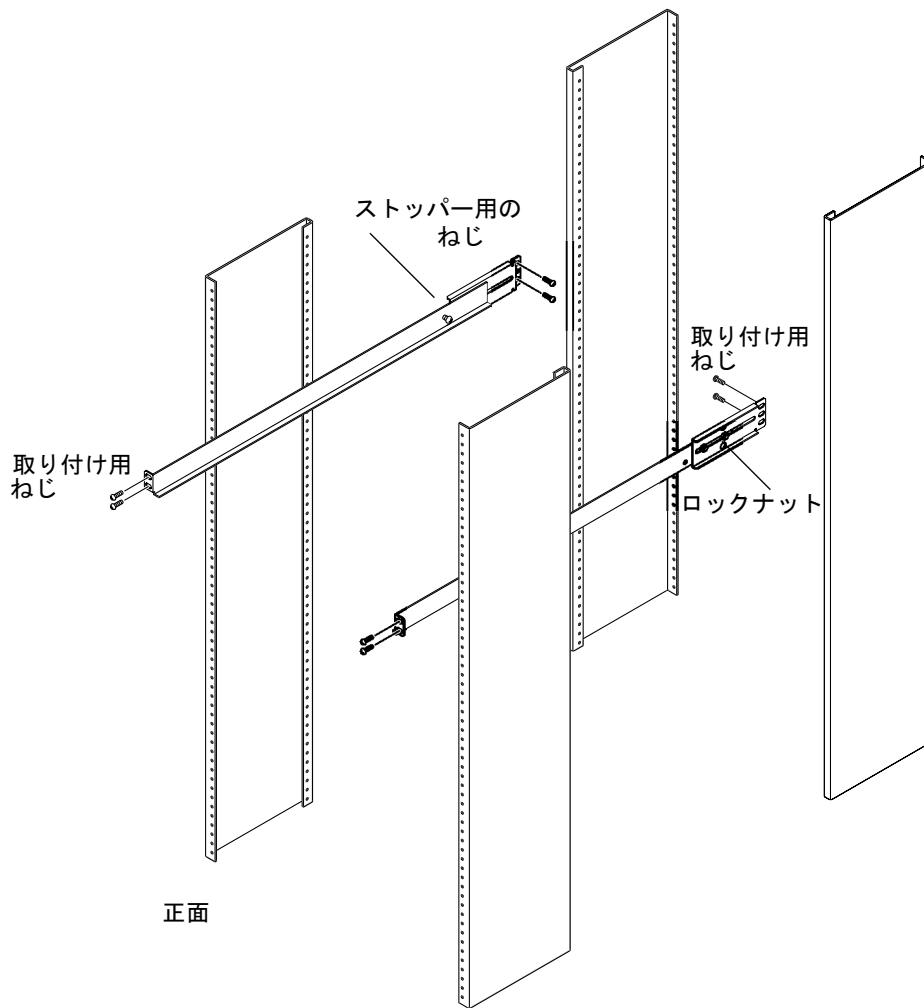

図3 キャビネットへのレールの取り付け
1. 両方の取り付けレールにストッパー用のねじを取り付けます (図 3 を参照)。
詳細は、図 3 を参照してください。